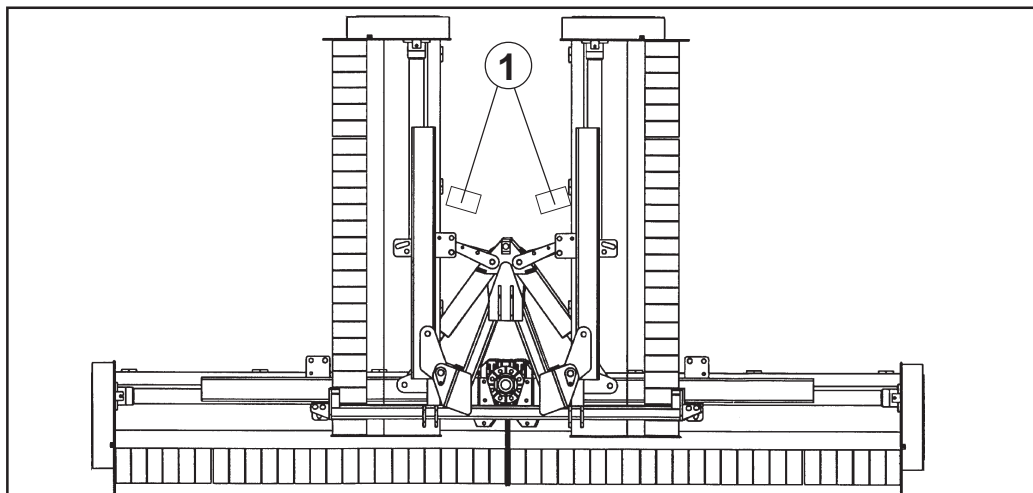

Fig. 11
- **Montare i due perni di sicurezza in dotazione (1 Fig. 11) per la fase di trasporto.**
- **For the transport please assemble the two security pins (1 Fig. 11) that we have delivered as equipment.**
- **Bitte stellen Sie die zwei gelieferten Bolzen (1 Abb. 11) für den Transport auf.**
- **Monter les deux axes des sécurité (1 Fig. 11) en dotation pour le transport.**
- **Montar los dos ejes (1 Fig. 11) en dotación por el transporte.**